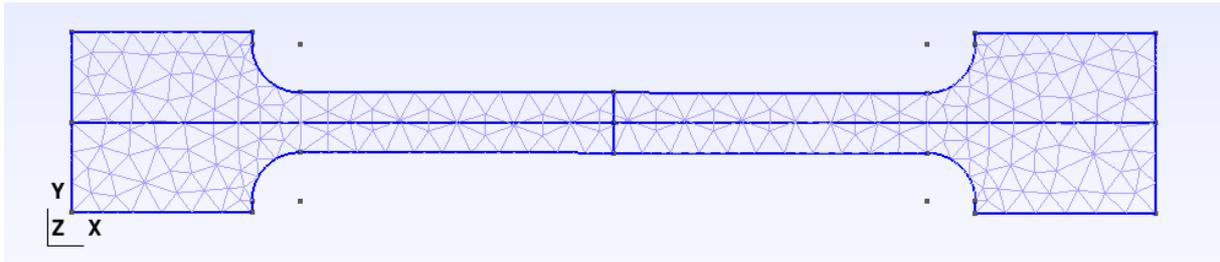

Figure 3: Maillage de l'éprouvette
- Utiliser un maillage triangle d'ordre 2 (figure 3)